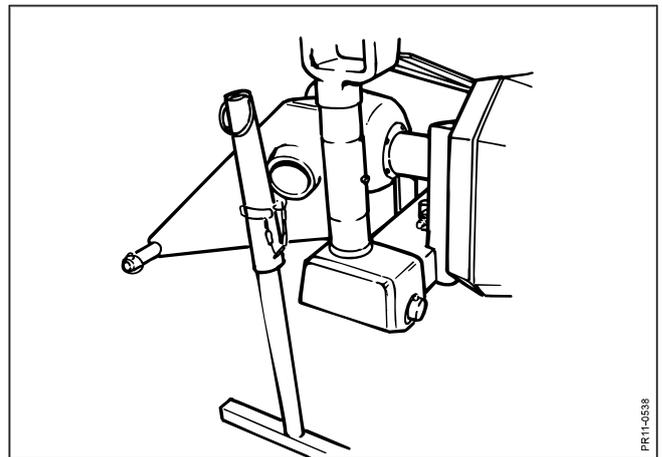

Fig. 1-4
- Fig. 1-4:** Der Abstellstütze an dem Toprahmen montieren.